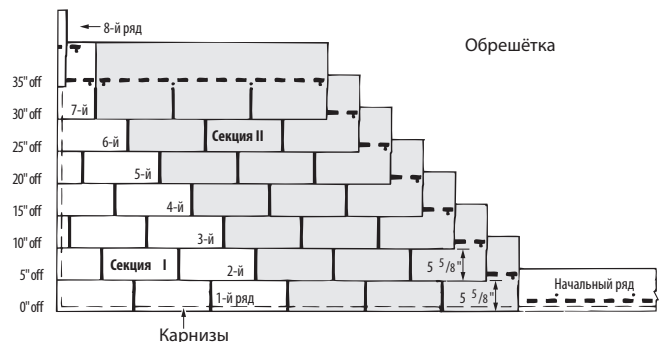

Рис. 10-15. Восмирядный метод укладки с отрезанием по 12,7 см и монтажом с уступом по диагонали.
3. Продолжайте укладку начального ряда, монтируя целые гонты начального ряда вдоль карнизов. (Рис. 10-15).
1. В начале второго ряда отрежьте 12,7 см от левого края гонта и уложите оставшийся кусок шириной 87,3 см на гонт первого ряда, вровень с левым краем гонта первого ряда, оставив открытым участок гонта первого ряда высотой 14,3 см (Рис. 10-15).
3. Уложите «Секцию II», как показано на *Рис. 10-15*, монтируя целые гонты напротив восьми рядов «Секции I». Это необходимо сделать до начала укладки девятого ряда. Эти гонты «Секции II» должны быть установлены встык с гонтами «Секции I».